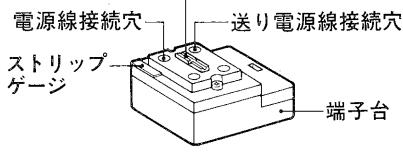

図3
- ④電源線を端子台に接続します。
- 電源線の外覆を140mmむき、芯線を端子台のストリップゲージに合せて皮むきします。(図2・図3)
- 端子台の電源線接続穴に電源線を差し込んでください。送り線は送り電源線接続穴に差し込んでください。(図3)